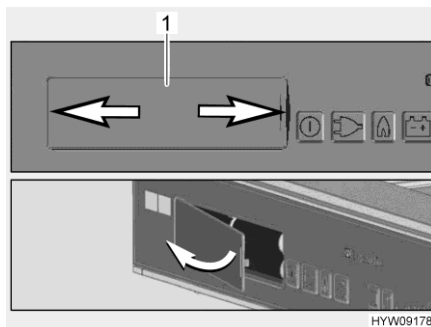

Fig. 163 Vano batteria
- Premere contemporaneamente a sinistra e a destra sul coperchio (Fig. 163,1) del vano batteria (freccia).